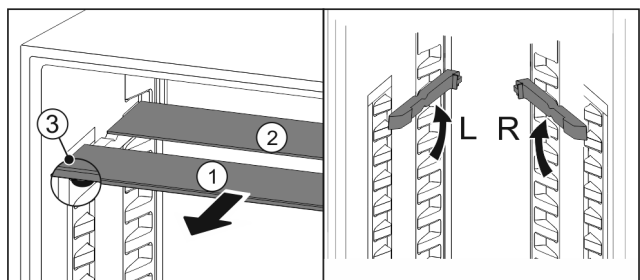

Fig. 48
- ▶ Издърпайте Fig. 48 (1) поотделно стъклените плочи напред.
- ▷ Стъклената плоча Fig. 48 (1) с декоративната лайсна е отпред.
- ▷ Ограничителите Fig. 48 (3) сочат надолу.